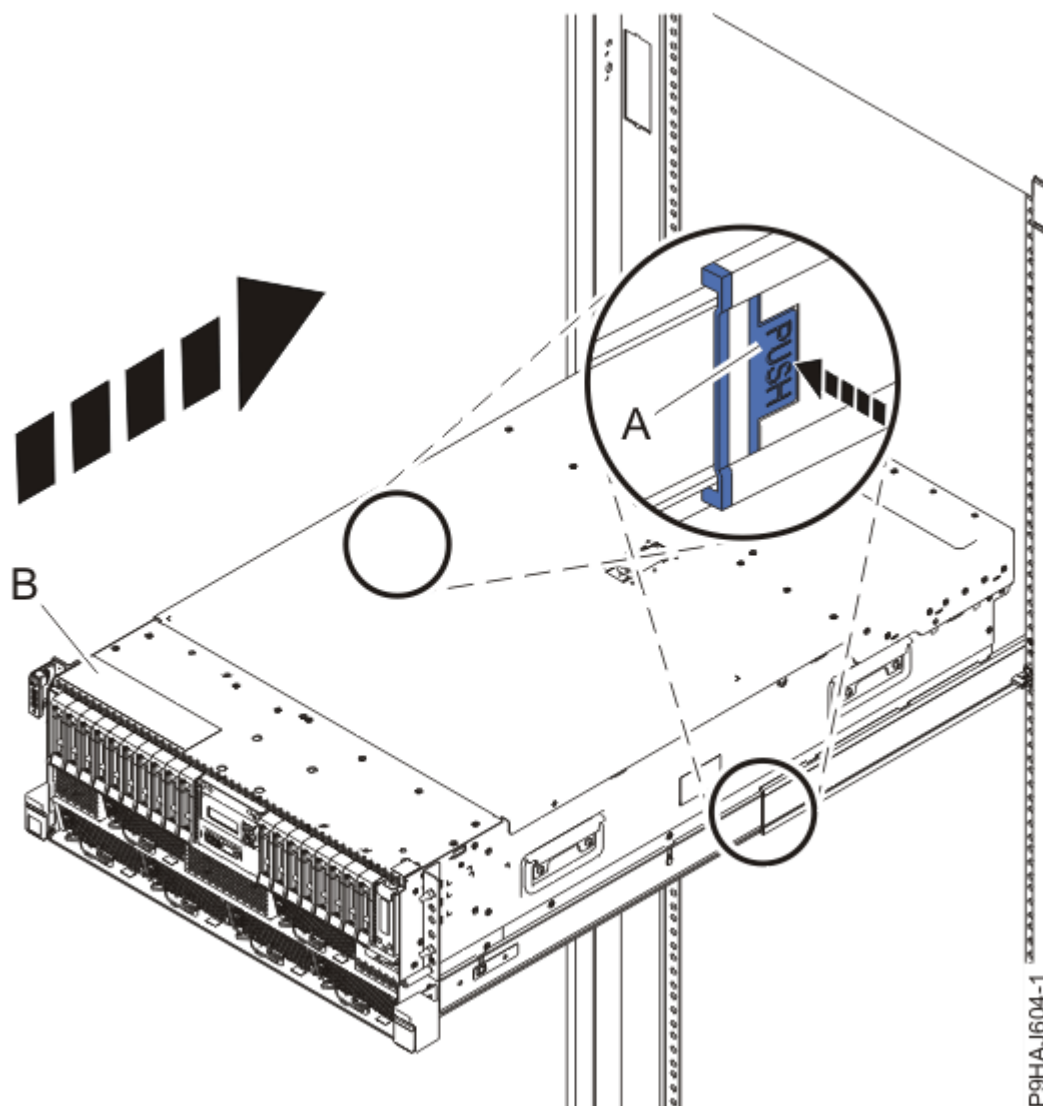

Figura 45. Colocar o sistema na posição de funcionamento
3. Para um sistema montado em bastidor, desbloqueie os trincos de segurança da calha azul **(A)** conforme demonstrado em Figura 45 na página 47 ao puxá-las para dentro.